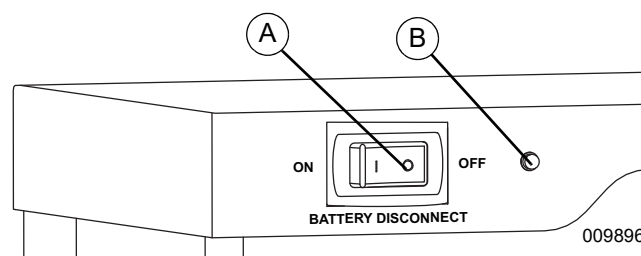

Figura 6-4. Arranque en negro
Consulte la Figura 6-4. Si el LED (B) queda naranja fijo después de 3 segundos cuando se ENCIENDE el interruptor de desconexión de la batería, la batería está desactivada. Si el LED se vuelve verde, ya está activada y no requiere un arranque en negro. Consulte LED de estado de la batería para obtener más información.